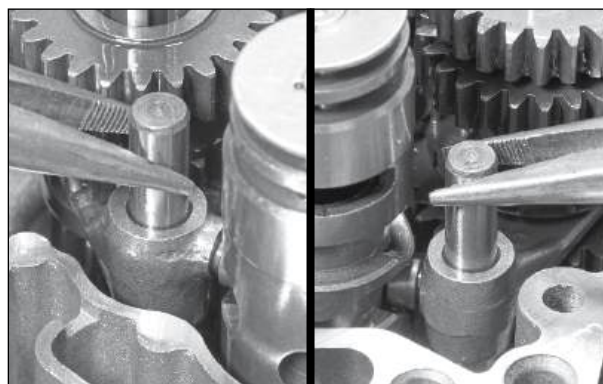

Fig. 3.134
- Remova ambos os eixos do garfo seletor de baixa e alta velocidade. (Fig. 3.134)